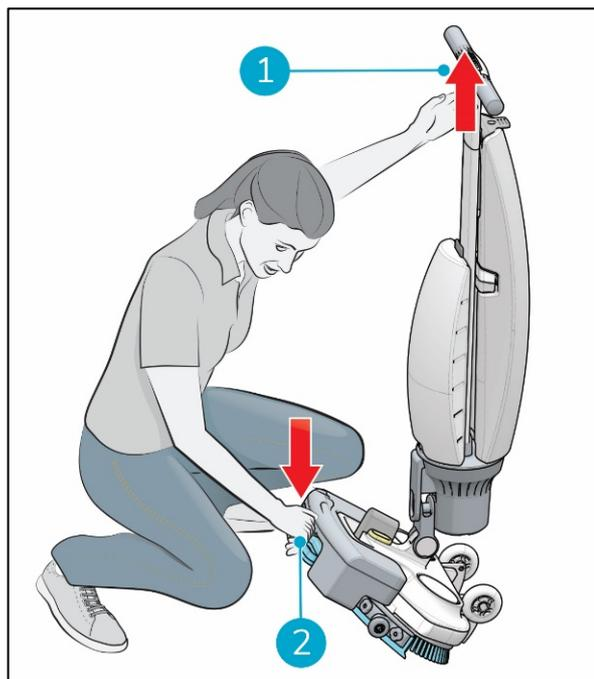

Figure 16
2. Accroupissez-vous tout en tenant fermement la plate-forme de récurage d'une main (Figure 16, pos 2).
3. Poussez la poignée vers l'avant avec votre autre main (Figure 16, pos 1).